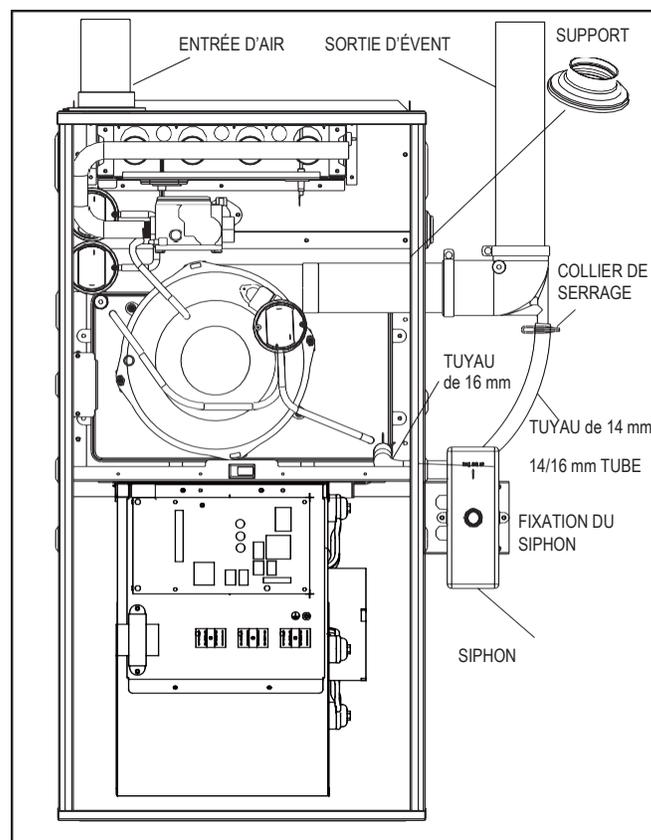

Fig. 12 - installation du débit ascendant, ventilation côté droit
2. Ventilation côté droit (voir Fig. 12)